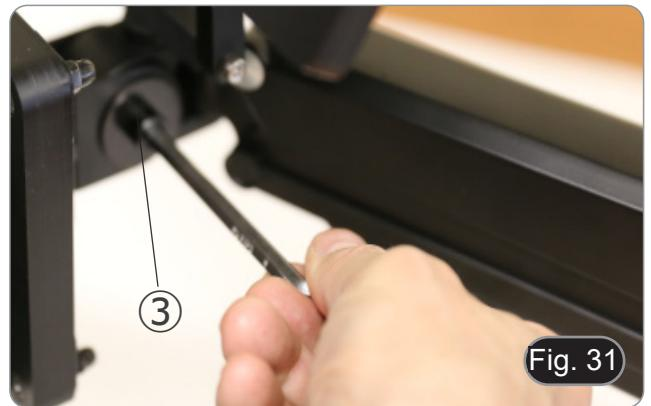

Fig. 31
1. Lösen Sie mit dem 6-mm-Inbusschlüssel (P) die Schraube ③, kippen Sie die Kamera in die gewünschte Position und ziehen Sie die Schraube fest. (Fig. 31)